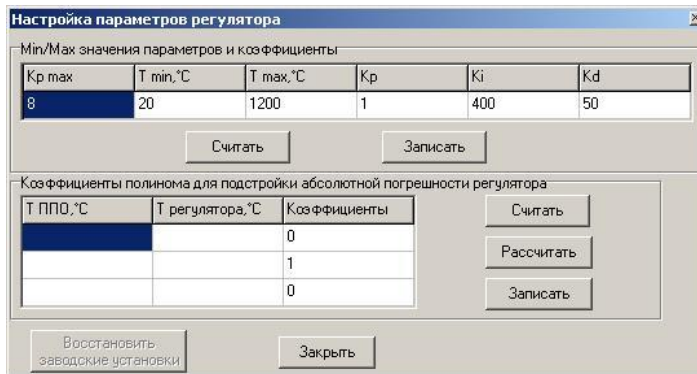

Рисунок 12 – Режим настройки БУ-7 печи ПШ 1200
После ввода пароля на экране появится окно настройки БУ-7 печи ПШ 1200 (см. рисунок 12).
2.5.6.6.3.9 Введите значение температуры, полученное при выполнении 2.5.6.6.3.8, в первое поле столбца «Т ППО, °С» таблицы «Коэффициенты полинома для подстройки абсолютной погрешности регулятора», а в первое поле столбца «Т регулятора, °С» введите 300 (см. рисунок 12).